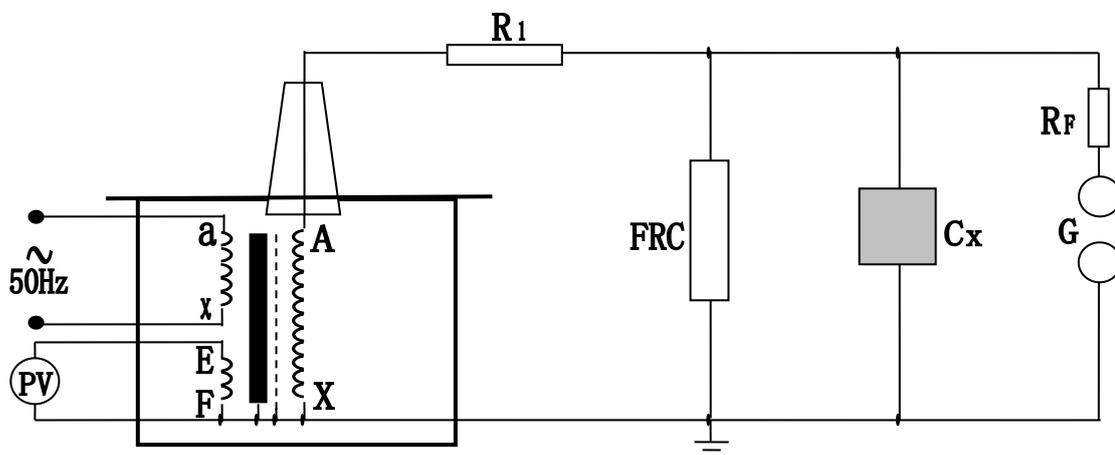

图 6：被试品工频耐压试验接线图
1、试验变压器做被试品的工频耐压试验使用接线原理图见图 6。
在工频耐压试验中，低电压侧测量电压(仪表电压)不是非常准确的，其原因是由于试验变压器存在着漏抗，在这个漏抗上必然存在着压降或容升，使试品上的电压低于或高于低压侧测量电压表上反映出来的电压。工频耐压试验时，被试品上的电压高于试验变压器的输出电压，也就是所谓容升现象。感应耐压试验时，试验变压器的漏抗必然存在着压降。为了准确测量被试品上所施加的电压，因此常在高压侧接入 FRC 阻容分压器来测量电压(见图 6)。